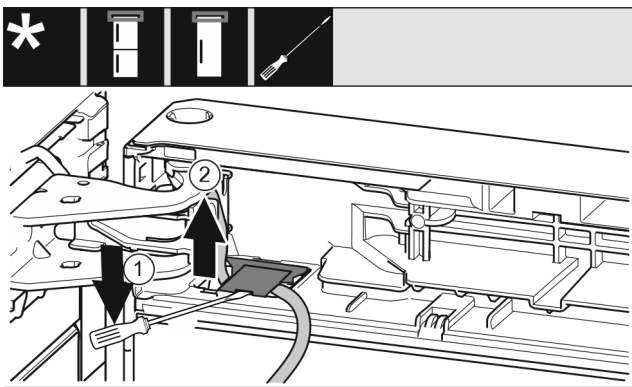

Fig. 11
- ▶ Met een platte schroevendraaier de afdekking optillen en wegtrekken. Fig. 11 (1)
- ▶ De kabel lostrekken. Fig. 11 (2)